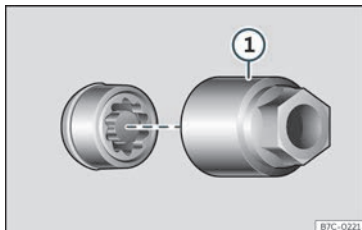

Fig. 33 Parafuso antirroubo da roda com capa de proteção e adaptador.
- Encaixe o adaptador especial»» **Fig. 33 ①** (ferramenta de bordo»» **Página 44**) no parafuso antirroubo da roda até ao limite.